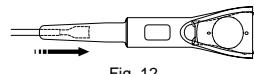

Fig. 12
6. Închideți fâlcile pensei de încărcare a ICL sau TICL și introduceți-le în cilindrul din față cartușului. (Fig. 12)